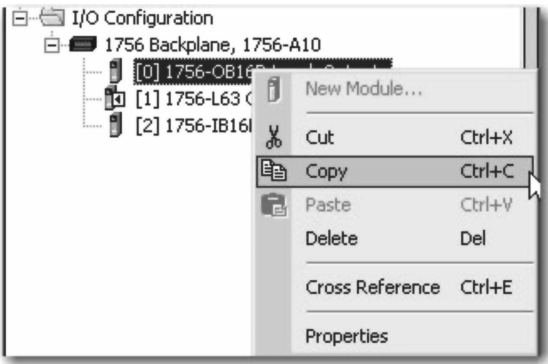

图 13-14 控制器项目管理器菜单
13. 在控制器项目管理器中，右键单击插槽 0 上的 1756-OB16D 模块，并单击“复制”（Copy），如图 13-14 所示。